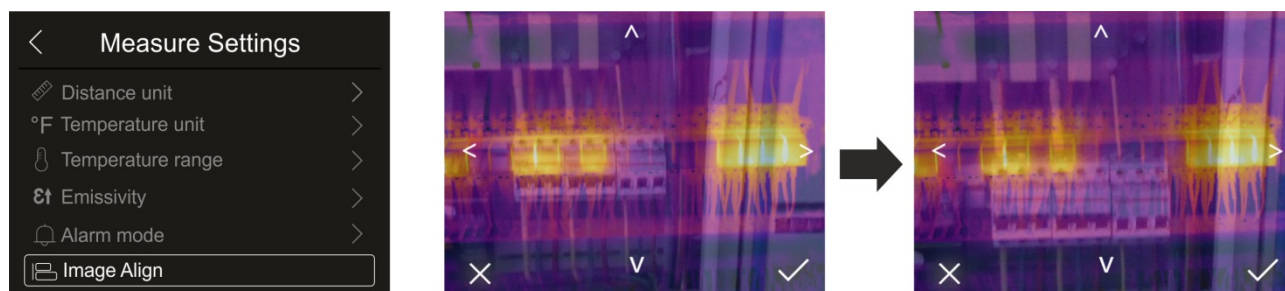

Fig. 30: Alignement des images sur l'écran
1. Appuyez sur l'élément «Image Align». La Fig. 30 – partie centrale s'affiche à l'écran où les deux images se superposent avec un faible niveau d'infrarouge.
2. Touchez les 4 flèches de l'écran pour que l'image IR soit superposée à l'image visible (voir Fig. 30 - partie droite)